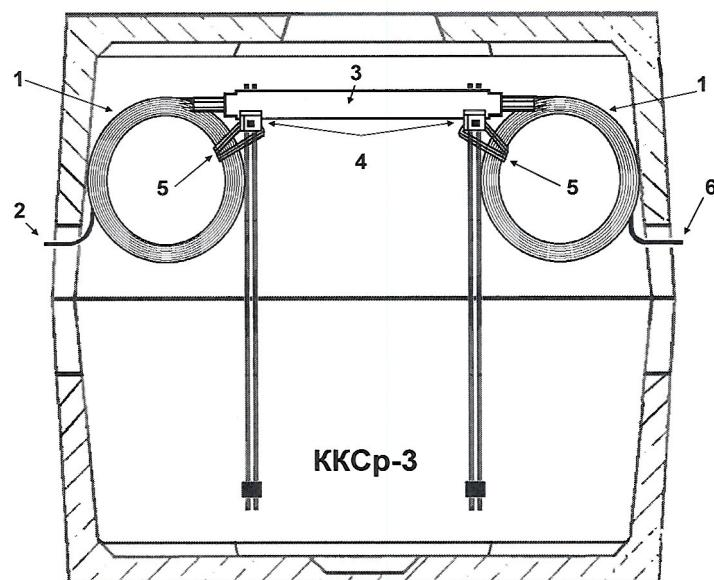

Рис. 10. Размещение проходной муфты МОГ-У и двух бухт технологического запаса срашиваемых кабелей в колодце ККСр-3:
4.3.6. Проходные муфты МОГ-У в колодцах, в которых верхние части кронштейнов свободны, укладывают на консоли типа ККЧ-1 (рис. 10). Бухты запаса кабелей размещают на боковых стенах в промежутках между кронштейнами и торцевыми стенами колодцев (рис. 10).